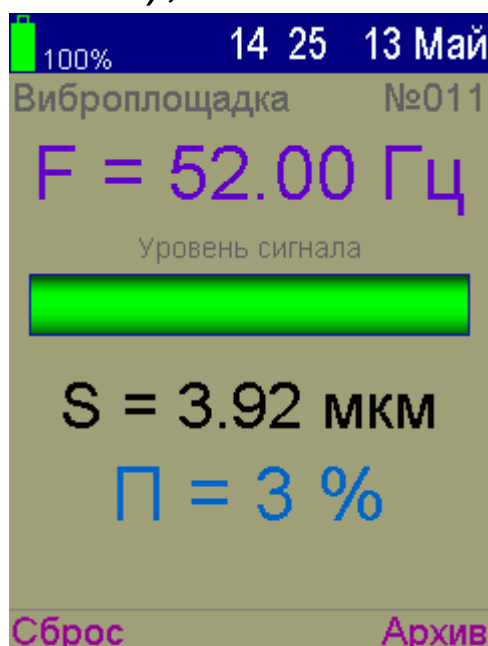

Рисунок 5.4
- перевести прибор в режим измерения нажатием клавиши , при этом на дисплее появится изображение (рисунок 5.4);